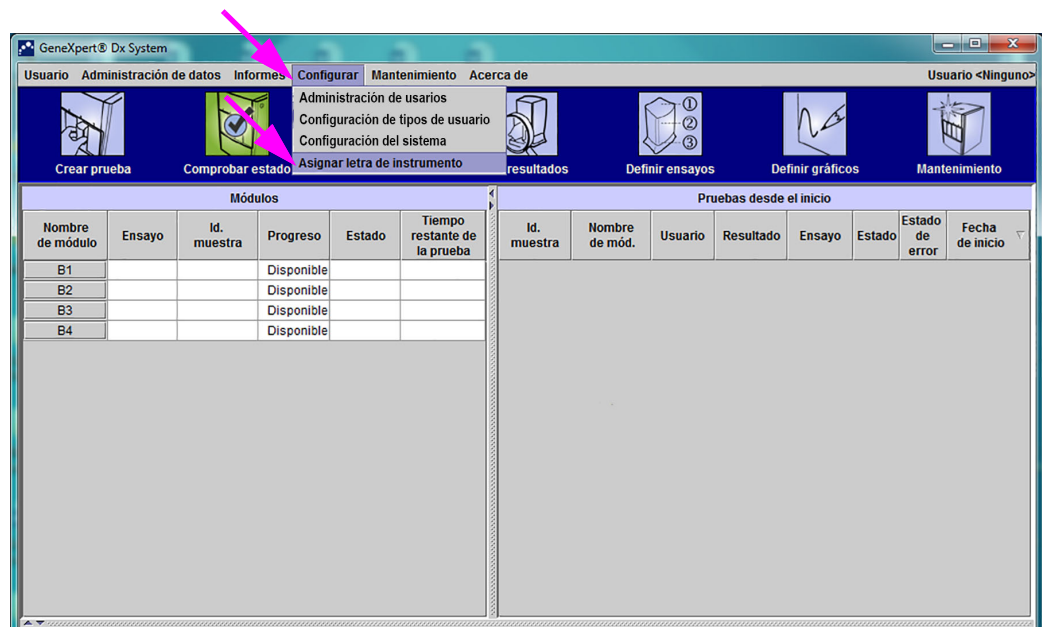

Figura 2-56. Ventana del GeneXpert Dx System mostrando el menú desplegable Configurar
4. En la ventana GeneXpert Dx System, haga clic en **Configurar** en la barra de menús y luego seleccione **Asignar letra de instrumento**. Aparece el cuadro de diálogo Asignar letra de instrumento. Consulte la figura 2-56. Al mismo tiempo, parpadearán los indicadores LED verdes de los cuatro módulos que conforman el cuadrante seleccionado.